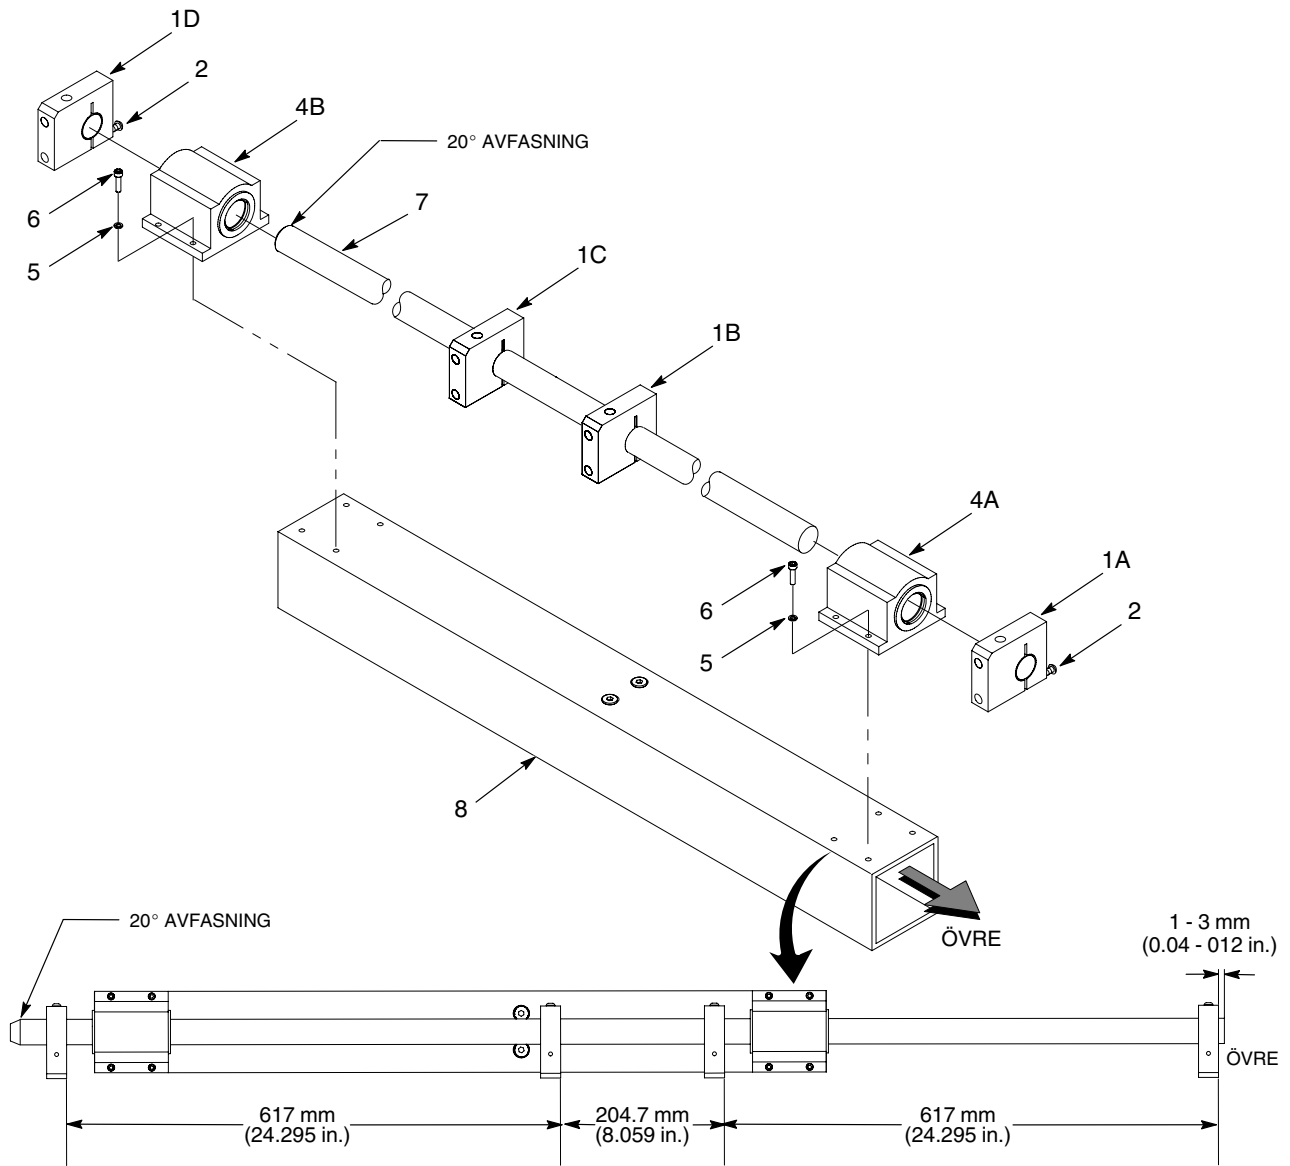

Bild 17 Byte av lager
1. Se bild 17. Lossa skruvarna (2) som fäster de två ändstöden för axeln (1A, 1D). Tag av de två axeländstöden.
2. Tag av skruvarna (6) och låsbrickorna (5) som fäster lagerna (4A, 4B) på lagrets monteringsrör (8). Tag av lagerna från axeln (7).
3. Tag bort de två sista axelstöden (1B, 1C) från axeln (7).
4. Sätt på de nya lagerna (4A, 4B) på det nya monteringsröret för lager (8) med låsbrickor (5) och skruvar (6). Drag inte åt låsskruvarna ännu.
- a. Sätt i den 20° avfasade änden av axeln (7) genom det övre lagret (4A).
- b. Från den 20° avfasade änden av axeln (7), skjut på två axelstöd (1B, 1C) på axeln (7).
- c. Sätt i axeln i det nedre lagret (4B). Drag åt lagrets skruvar (6) med momentet 6 N•m (4.4 ft-lb).